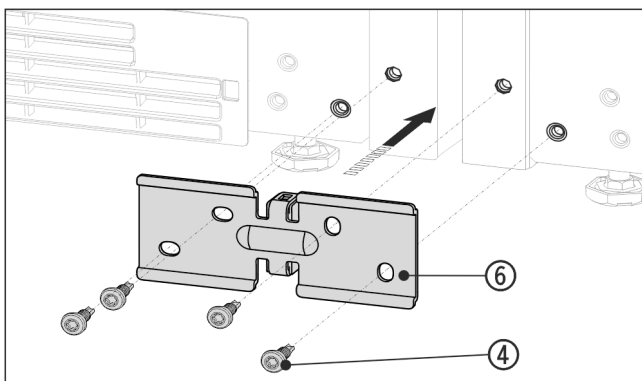

*Fig. 13*
- ▶ Wenn das Blech *Fig. 13 (1)* verbaut ist, Blech abschrauben.